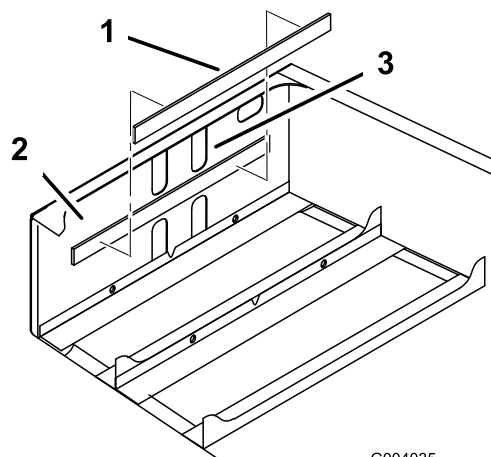

Figura 5
- Tire o adesivo da parte de trás da caixa da bateria e instale-a na face interior frontal da estrutura na retaguarda (Figura 5).
Nota: A caixa deverá ficar a cerca de 6 mm abaixo do limite inferior do conjunto superior das ranhuras dos orifícios (Figura 5).